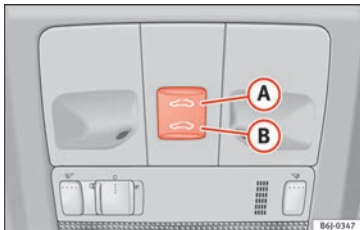

Bild 8 På det inre takfodret: Kontroller för panoramasoltak
- Öppna: Tryck på knappen » **bild 8 A** en gång. Om du håller den intryckt så öppnas taket till önskat läge.
- Stänga: Tryck på knappen » **bild 8 A** en gång. Om du håller den intryckt så stängs taket till önskat läge.